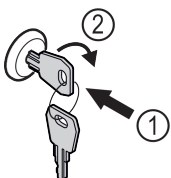

Fig. 132
- ▶ Klíč zasuňte dovnitř Fig. 132 (1).
- ▶ Otáčejte klíčem o 90° ve směru hodinových ručiček Fig. 132 (2).